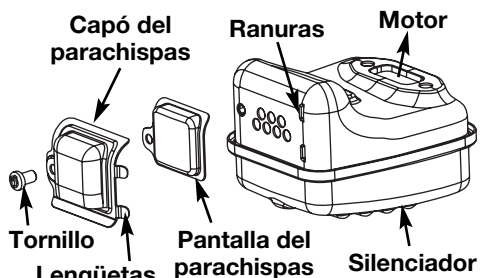

Fig. 19
2. Localice el silenciador, pero no lo quite. Busque los dos (2) tornillos en la parte inferior del silenciador (Fig. 19). Estos dos tornillos unen el conjunto de deflector de escape y la
6. Coloque la placa del parachispas encima del parachispas con el lado "levantado" hacia arriba mirando al motor (Fig. 19).
7. Coloque el capó del parachispas encima de la placa del parachispas con el lado "levantado" hacia arriba y la apertura mirando en dirección CONTRARIA al motor (Fig. 19). Asegúrese de que el escape se dirija en dirección CONTRARIA al motor.